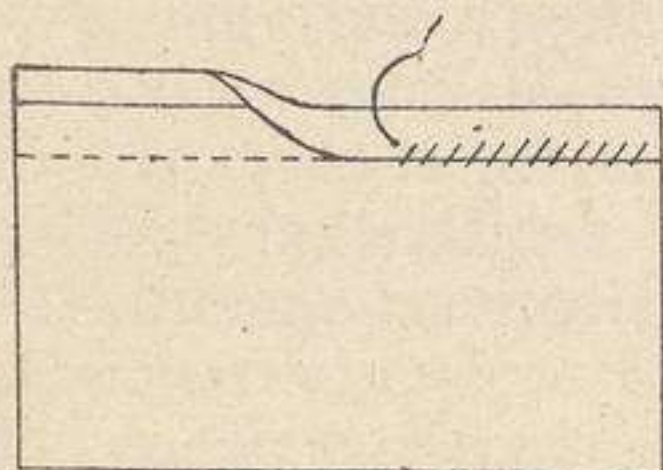

Fig. 17.—Ribete
**Ribete** (fig. 17).—Se cose con punto atrás al borde de